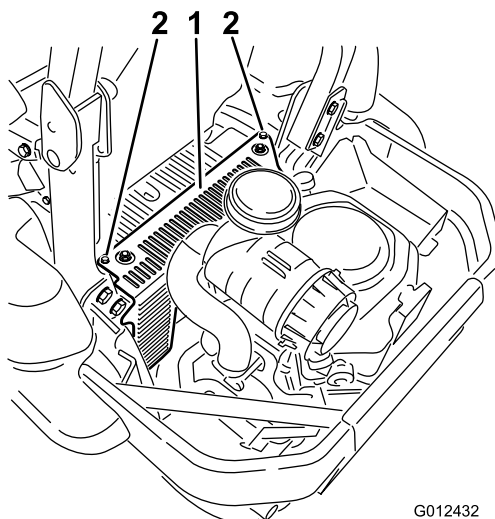

Bild 51
3. Entfernen Sie die zwei Schrauben, mit denen die Haube der Hydraulikanlage befestigt ist (Bild 51). Jetzt ist die vordere Zündkerze zugänglich.
5. Setzen Sie die linke Haube der Hydraulikanlage auf (Bild 51).